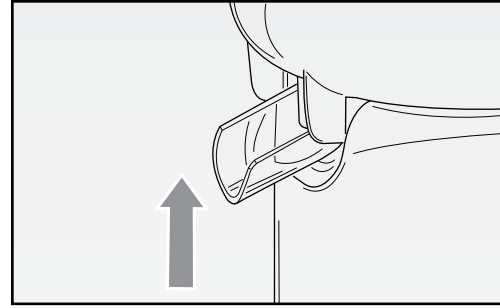

Fig. 6
- Ustawić odpowiedni pojemnik pod dzióbkiem. Podczas wyciskania owoców dzióbek musi być trzymany w niskiej pozycji, aby umożliwić w ten sposób wypłynięcie płynu; po zakończeniu wyciskania dzióbek musi być podniesiony w taki sposób, że pozostały sok nie wypłynie. (Rys.6). Pociąć owoce do wyciskania. Wziąć połowę owocu i wykonać jego lekkie naciśnięcie na stożku wyciskającym. Silnik rozpocznie automatycznie funkcjonować, powodując ściekanie soku bezpośrednio do pojemnika, natomiast nasiona i pulpa pozostaną w filtrze. Silnik
- Поставить под носик подходящую ёмкость. При отжиме сока из цитрусовых плодов носик должен быть направлен вниз, чтобы дать возможность соку сливаться. После окончания отжима носик можно поднять, чтобы оставшийся сок не проливался (Рис. 6). Разрезать цитрусовые плоды. Взять одну половинку и осторожно нажать ею на конус. Мотор включится автоматически, сок будет сливаться внутрь ёмкости, а косточки и мякоть останутся на фильтре. Мотор может независимо возвращаться в одну или в другую сторону. Как только весь сок будет отжат, прекратите нажим на конус. При этом мотор остановится автоматически.